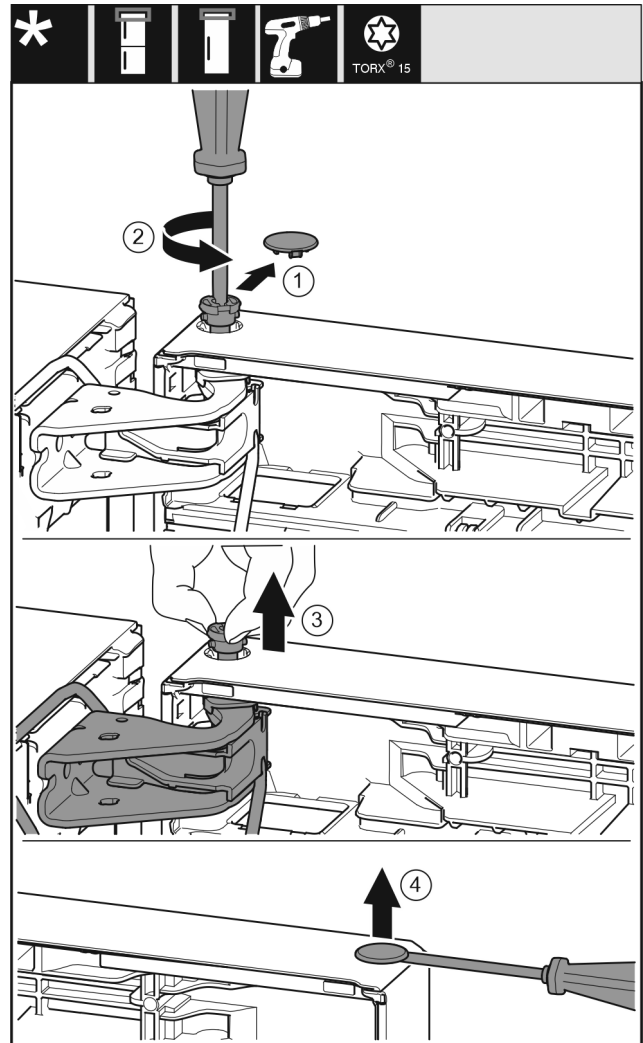

Fig. 22
- ▶ Træk forsigtigt sikringsafdækningen af. Fig. 22 (1)
- ▶ Skru bolten lidt ud med en skruetrækker T15. Fig. 22 (2)
- ▶ Hold fast i døren, og træk bolten ud med fingrene. Fig. 22 (3)
- ▶ Løft forsigtigt propperne ud af lågens lejbøsning med en kærvskrue, og træk dem ud. Fig. 22 (4)